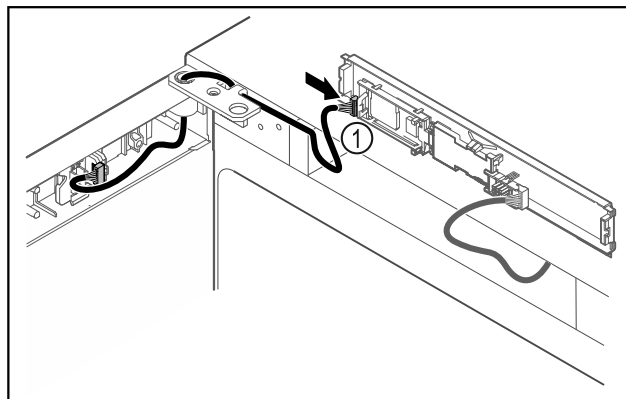

Fig. 47
- Wtyczkę Fig. 47 (1) należy podłączyć do płytki drukowanej.